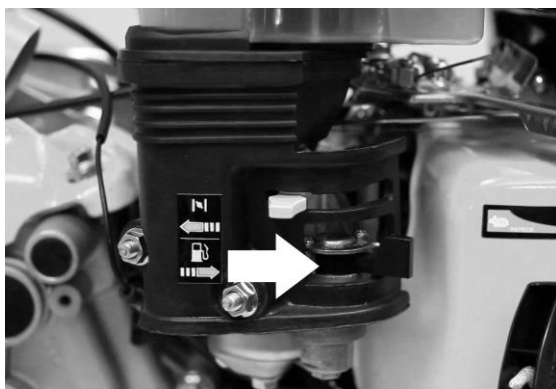

Fig. 5
- în sensul arătat în desen, comutați clapeta robinetului de benzină, în sensul arătat în Fig. 5;